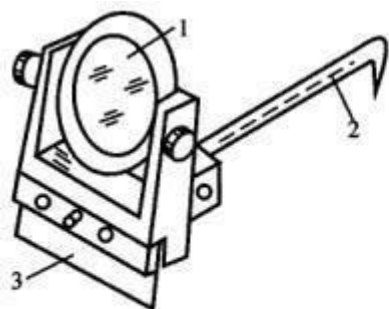
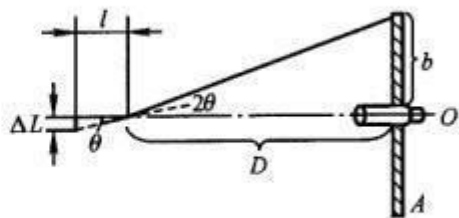

图 1 光杠杆结构图
图 2 光杠杆原理图
通过式(1)，在样品截面积 S 上的作用应力为 F ，测量引起的相对伸长量 $\Delta L/L$ ，即可计算出材料的杨氏模量 E 。因一般伸长量 ΔL 很小，故常采用光学放大法，将其放大，如用光杠杆测量 ΔL 。光杠杆是一个带有可旋转的平面镜的支架，平面镜的镜面与三个足尖决定的平面垂直，其后足即杠杆的支脚与被测物接触，见图1。当杠杆支脚随被测物上升或下降微小距离 ΔL 时，镜面法线转过一个 θ 角，而入射到望远镜的光线转过 2θ 角，如图2所示。当 θ 很小时，式中 l 为支脚尖到刀口的垂直距离(也叫光杠杆的臂长)。根据光的反射定律，反射角和入射角相等，故当镜面转动 θ 角时，反射光线转动 2θ 角，由图可知
- (1) 调节支架底脚螺丝，确保平台水平，调平台的上下位置，使管制器顶部与平台的上表面共面。
- (2) 调节放置光杠杆的平台 F 与望远镜的相对位置，使光杠杆镜面法线与望远镜轴线大体重合。
- (3) 光杠杆的调节，光杠杆和镜尺组是测量金属丝伸长量 ΔL 的关键部件。光杠杆的镜面(1)和刀口(3)应平行。使用时刀口放在平台的槽内，支脚放在管制器的槽内，刀口和支脚尖应共面。
- (4) 镜尺组的调节，调节望远镜、直尺和光杠杆三者之间的相对位置，使望远镜和反射镜处于同高度，调节望远镜目镜视度圈(4)，使目镜内分划板刻线(叉丝)清晰，用手轮(5)调焦，使标尺像清晰(图2)。